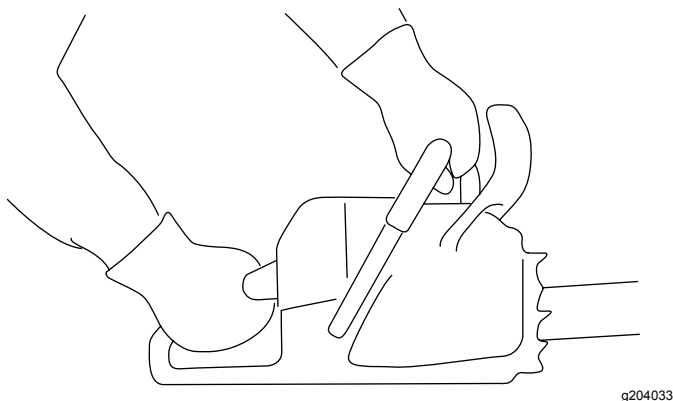

Figure 11
1. Tenez fermement la tronçonneuse à deux mains, la main gauche sur la poignée avant et la main droite sur la poignée arrière, comme montré à la **Figure 11**.
1. Tenez fermement la tronçonneuse comme montré à la **Figure 11**.
- 3. Tenez fermement la tronçonneuse comme montré à la Figure 11.
1. Tenez fermement la tronçonneuse comme montré à la Figure 11.